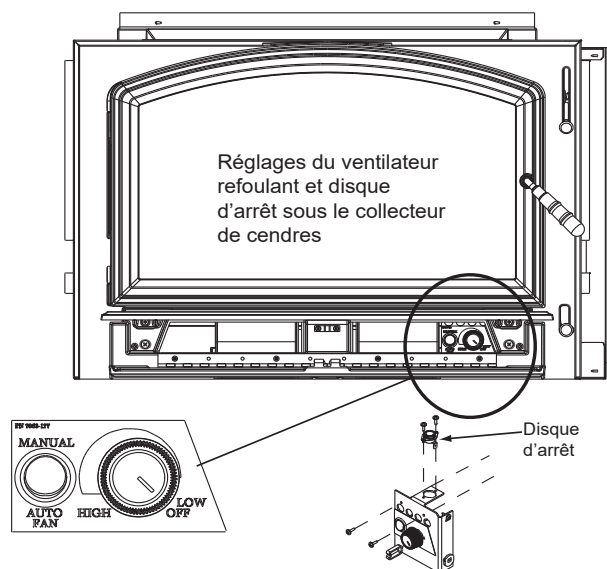

Figure 25.2 - Emplacement du disque d'arrêt
3. Localisez le support de montage du disque d'arrêt derrière les commandes du ventilateur refoulant, sur le côté droit, sous le collecteur des cendres (**Figure 25.2**).